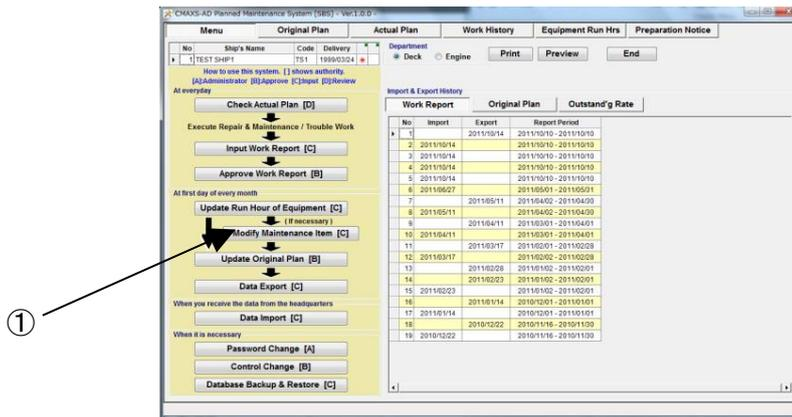

図 10-1 Menu 画面
(1) “Menu”画面(図 10-1)内、[Modify Maintenance Item Data]ボタンをクリックしてください。